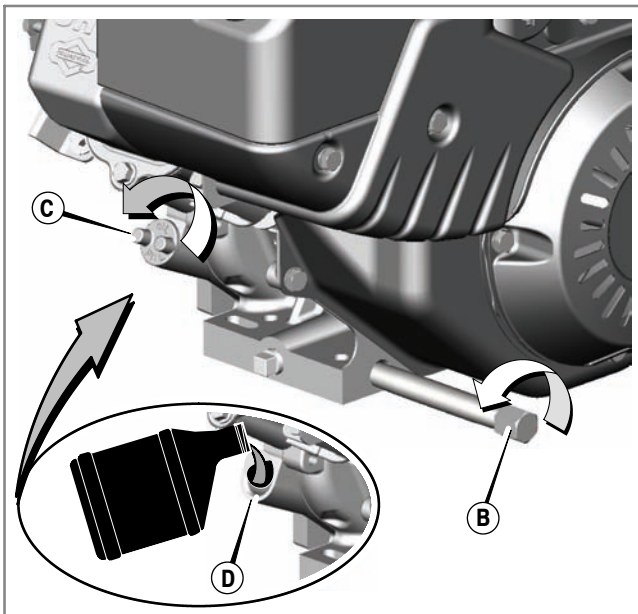

Abb. 18
2. Den Ölablassverschluss (B, Abb. 18) abnehmen. Das Öl in einen zugelassenen Behälter ablassen.
1. Den Öleinfüllverschluss (C, Abb. 18) abnehmen.
2. Das Öl langsam bis zum Überlaufpunkt in die Motoröleinfüllöffnung (D) gießen.